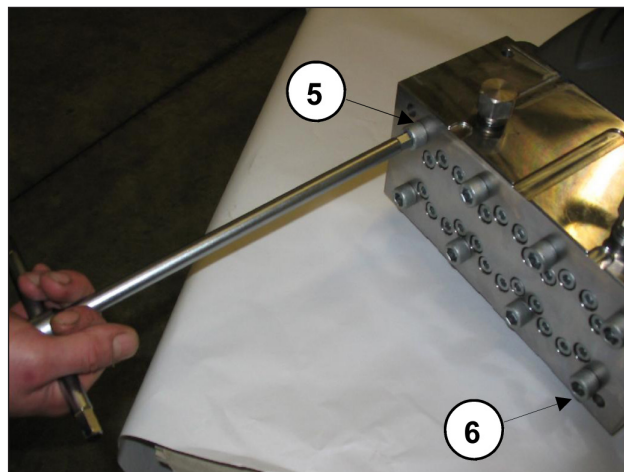

Fig. 17
- Aflojar los tornillos de fijación del cabezal M12x260 5 y 6 como se indica en Fig. 17 y sustituirlos por dos tornillos - pasadores de servicio (cód. 27508200) como se indica en la fig. Fig. 18. A continuación, extraer los tornillos restantes.